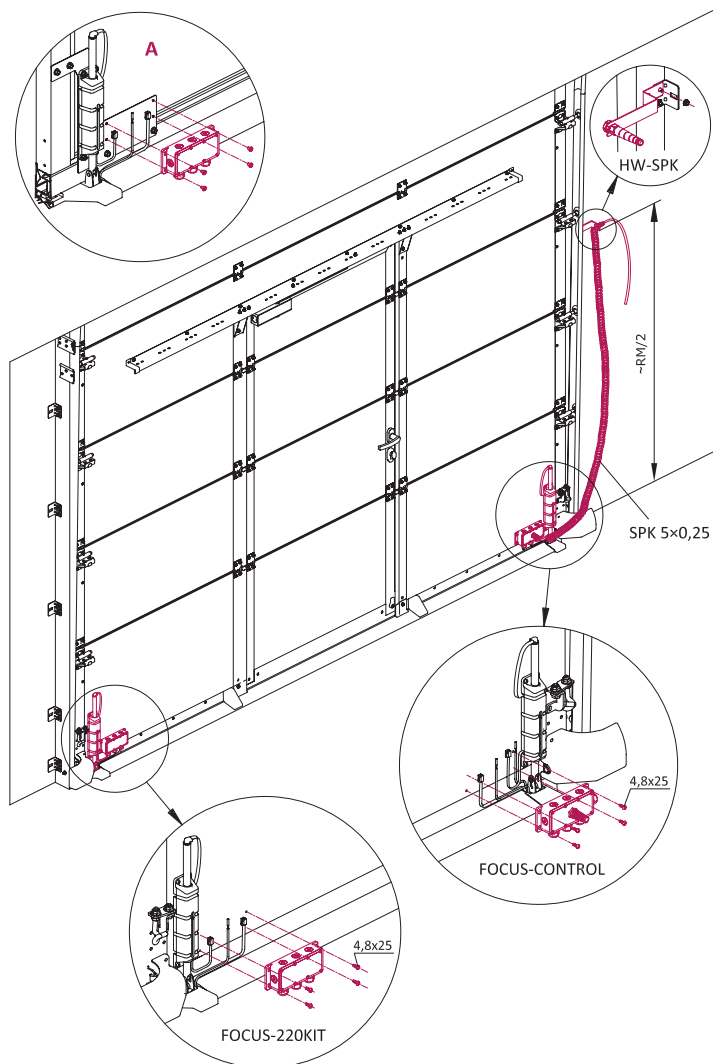

Рис. 2 — Установка комплектов **FOCUS-210** и **FOCUS-220KIT**
2. Установите на полотне ворот из сэндвич-панелей коробки комплектов **FOCUS-210 (FOCUS-CONTROL)** и **FOCUS-220KIT** (рис. 2), используя винты 4,8×25 (8 шт. входят в комплект ворот). Для определения места установки коробок на полотне ворот на заводе сделаны по два отверстия. В случае, когда нижняя секция полотна панорамная, монтаж коробок выполняется на предустановленные стальные пластины (рис. 2, вид А) используя винты M5×8 (8 шт. входят в комплект ворот).
3. Установите на внешней стороне углового профиля системы направляющих ворот кронштейн **HW-SPK** (рис. 2) не ниже середины проема ворот (примерно **RM/2**).
4. Короткий конец спирального кабеля **SPK 5×0,25** (рис. 2) проведите через специальный кабельный ввод коробки **FOCUS-CONTROL**, длинный конец проведите через кабельный ввод кронштейна **HW-SPK**.